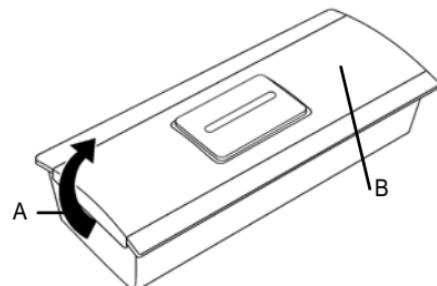

Figura 1: Pulsante di chiamata
- a) Rimuovere come prima cosa la facciata di plastica sollevando un lato della scatola (figura 1 A). Utilizzare un piccolo cacciavite eventualmente.